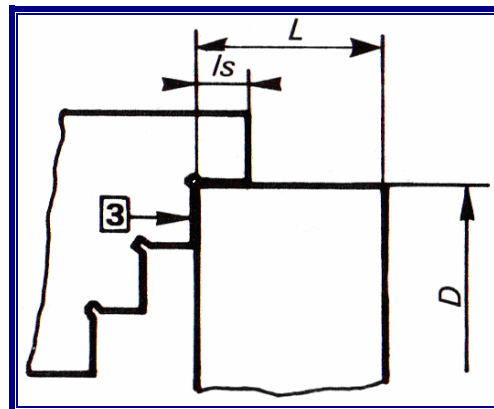

Figure 10
- Le montage de mors durs à l'envers (fig. 10) permet le serrage des pièces d'un diamètre  $D$  équivalent à celui du mandrin.